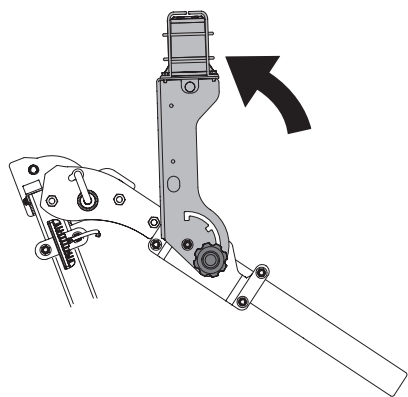
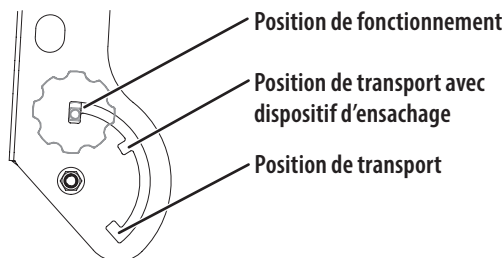

Figure 26
Figure 27
3. Tournez l'ensemble pour que le phare soit orienté vers le haut (Figure 26).
NOTE : Dans l'Figure 26 la SPCR est montrée en position de transport. Prenez note des réglages utilisés pour les différentes positions du phare. (Figure 27).